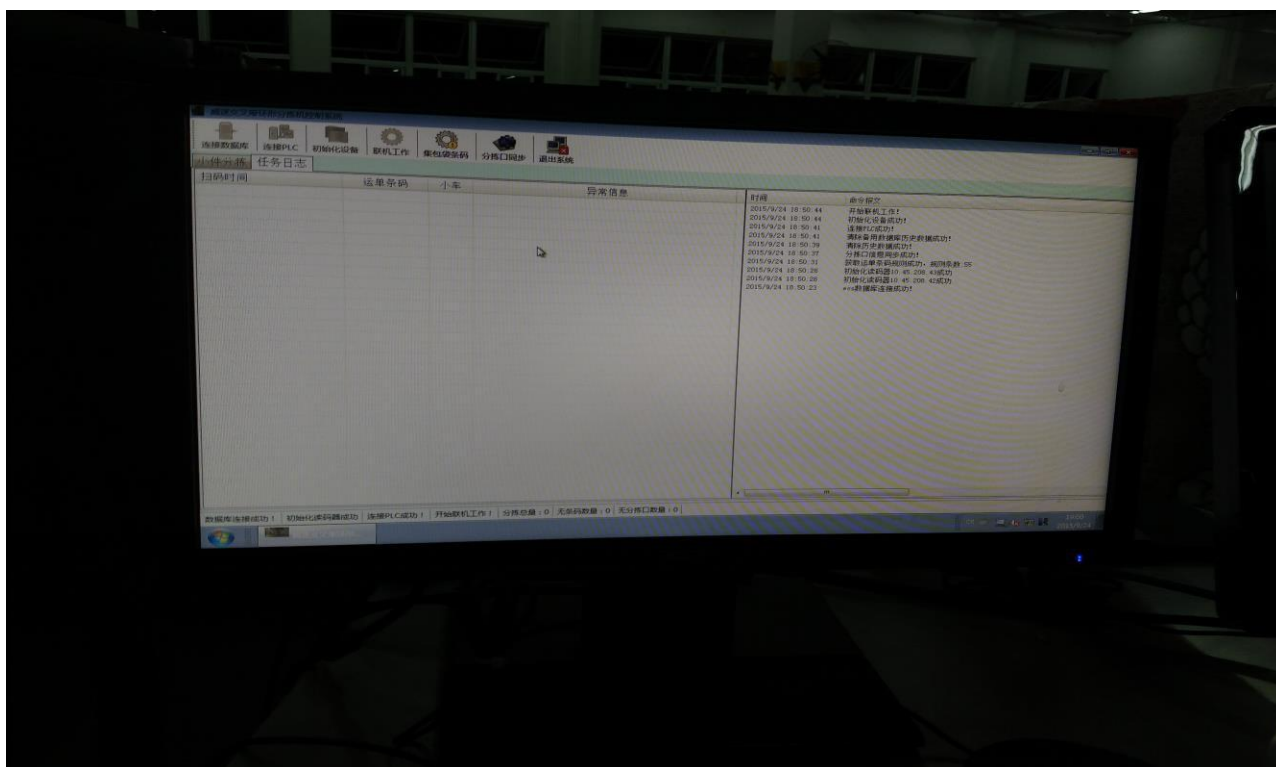

图3
4.如上述操作无误可以通过电控柜面板上的系统启动按钮（如下图1），系统停止按钮（如下图2）或WCS 软件界面上的启动按钮，停止按钮来正常启动，停止分拣机（如下图3）。